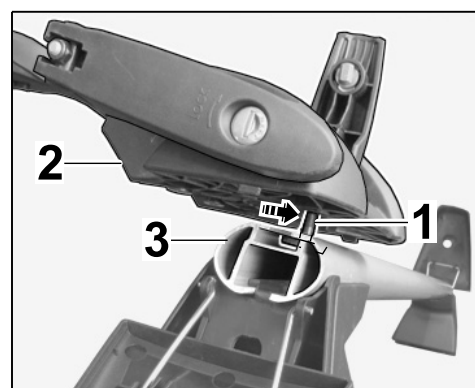

Fig. 21
- 5.3 Engager le goujon en T de la fixation de la fourche de roue avant dans la rainure du support du système de transport sur toit avant (⇒ Fig. 21).